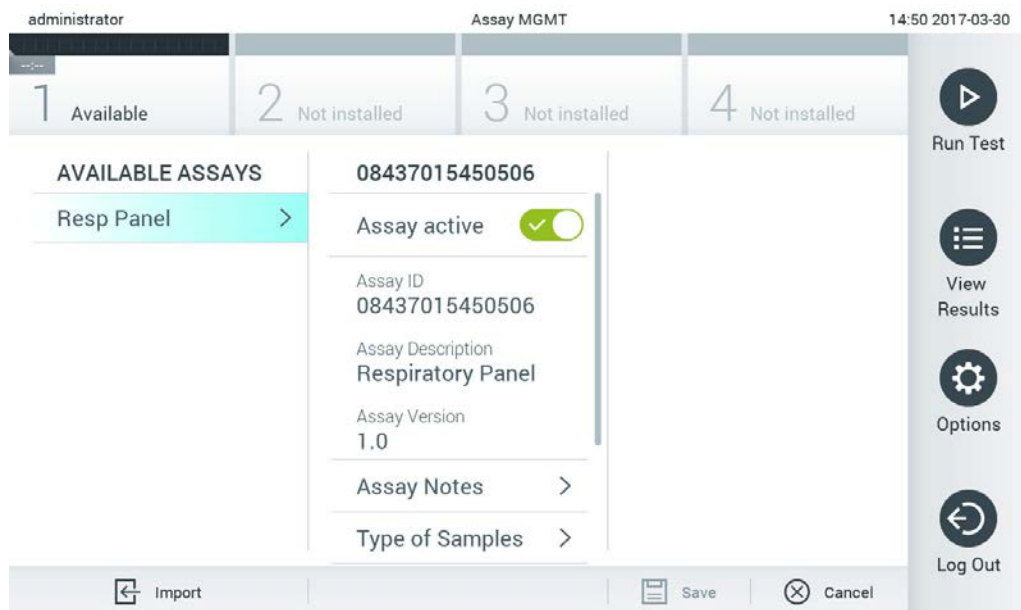

Figura 65. Gestão de ensaios disponíveis.
1. Prima o botão Options (Opções) e, em seguida, o botão Assay Management (Gestão de ensaios) para aceder ao ecrã Assay Management (Gestão de ensaios). Os ensaios disponíveis são listados na primeira coluna da área de conteúdo (Figura 65, na página seguinte).